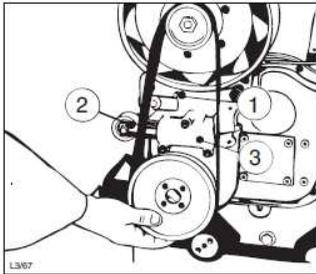

Abb. 53 – Riemenspannen
- Den Druckbolzen „1“ wieder einbauen (siehe Abb. 53).